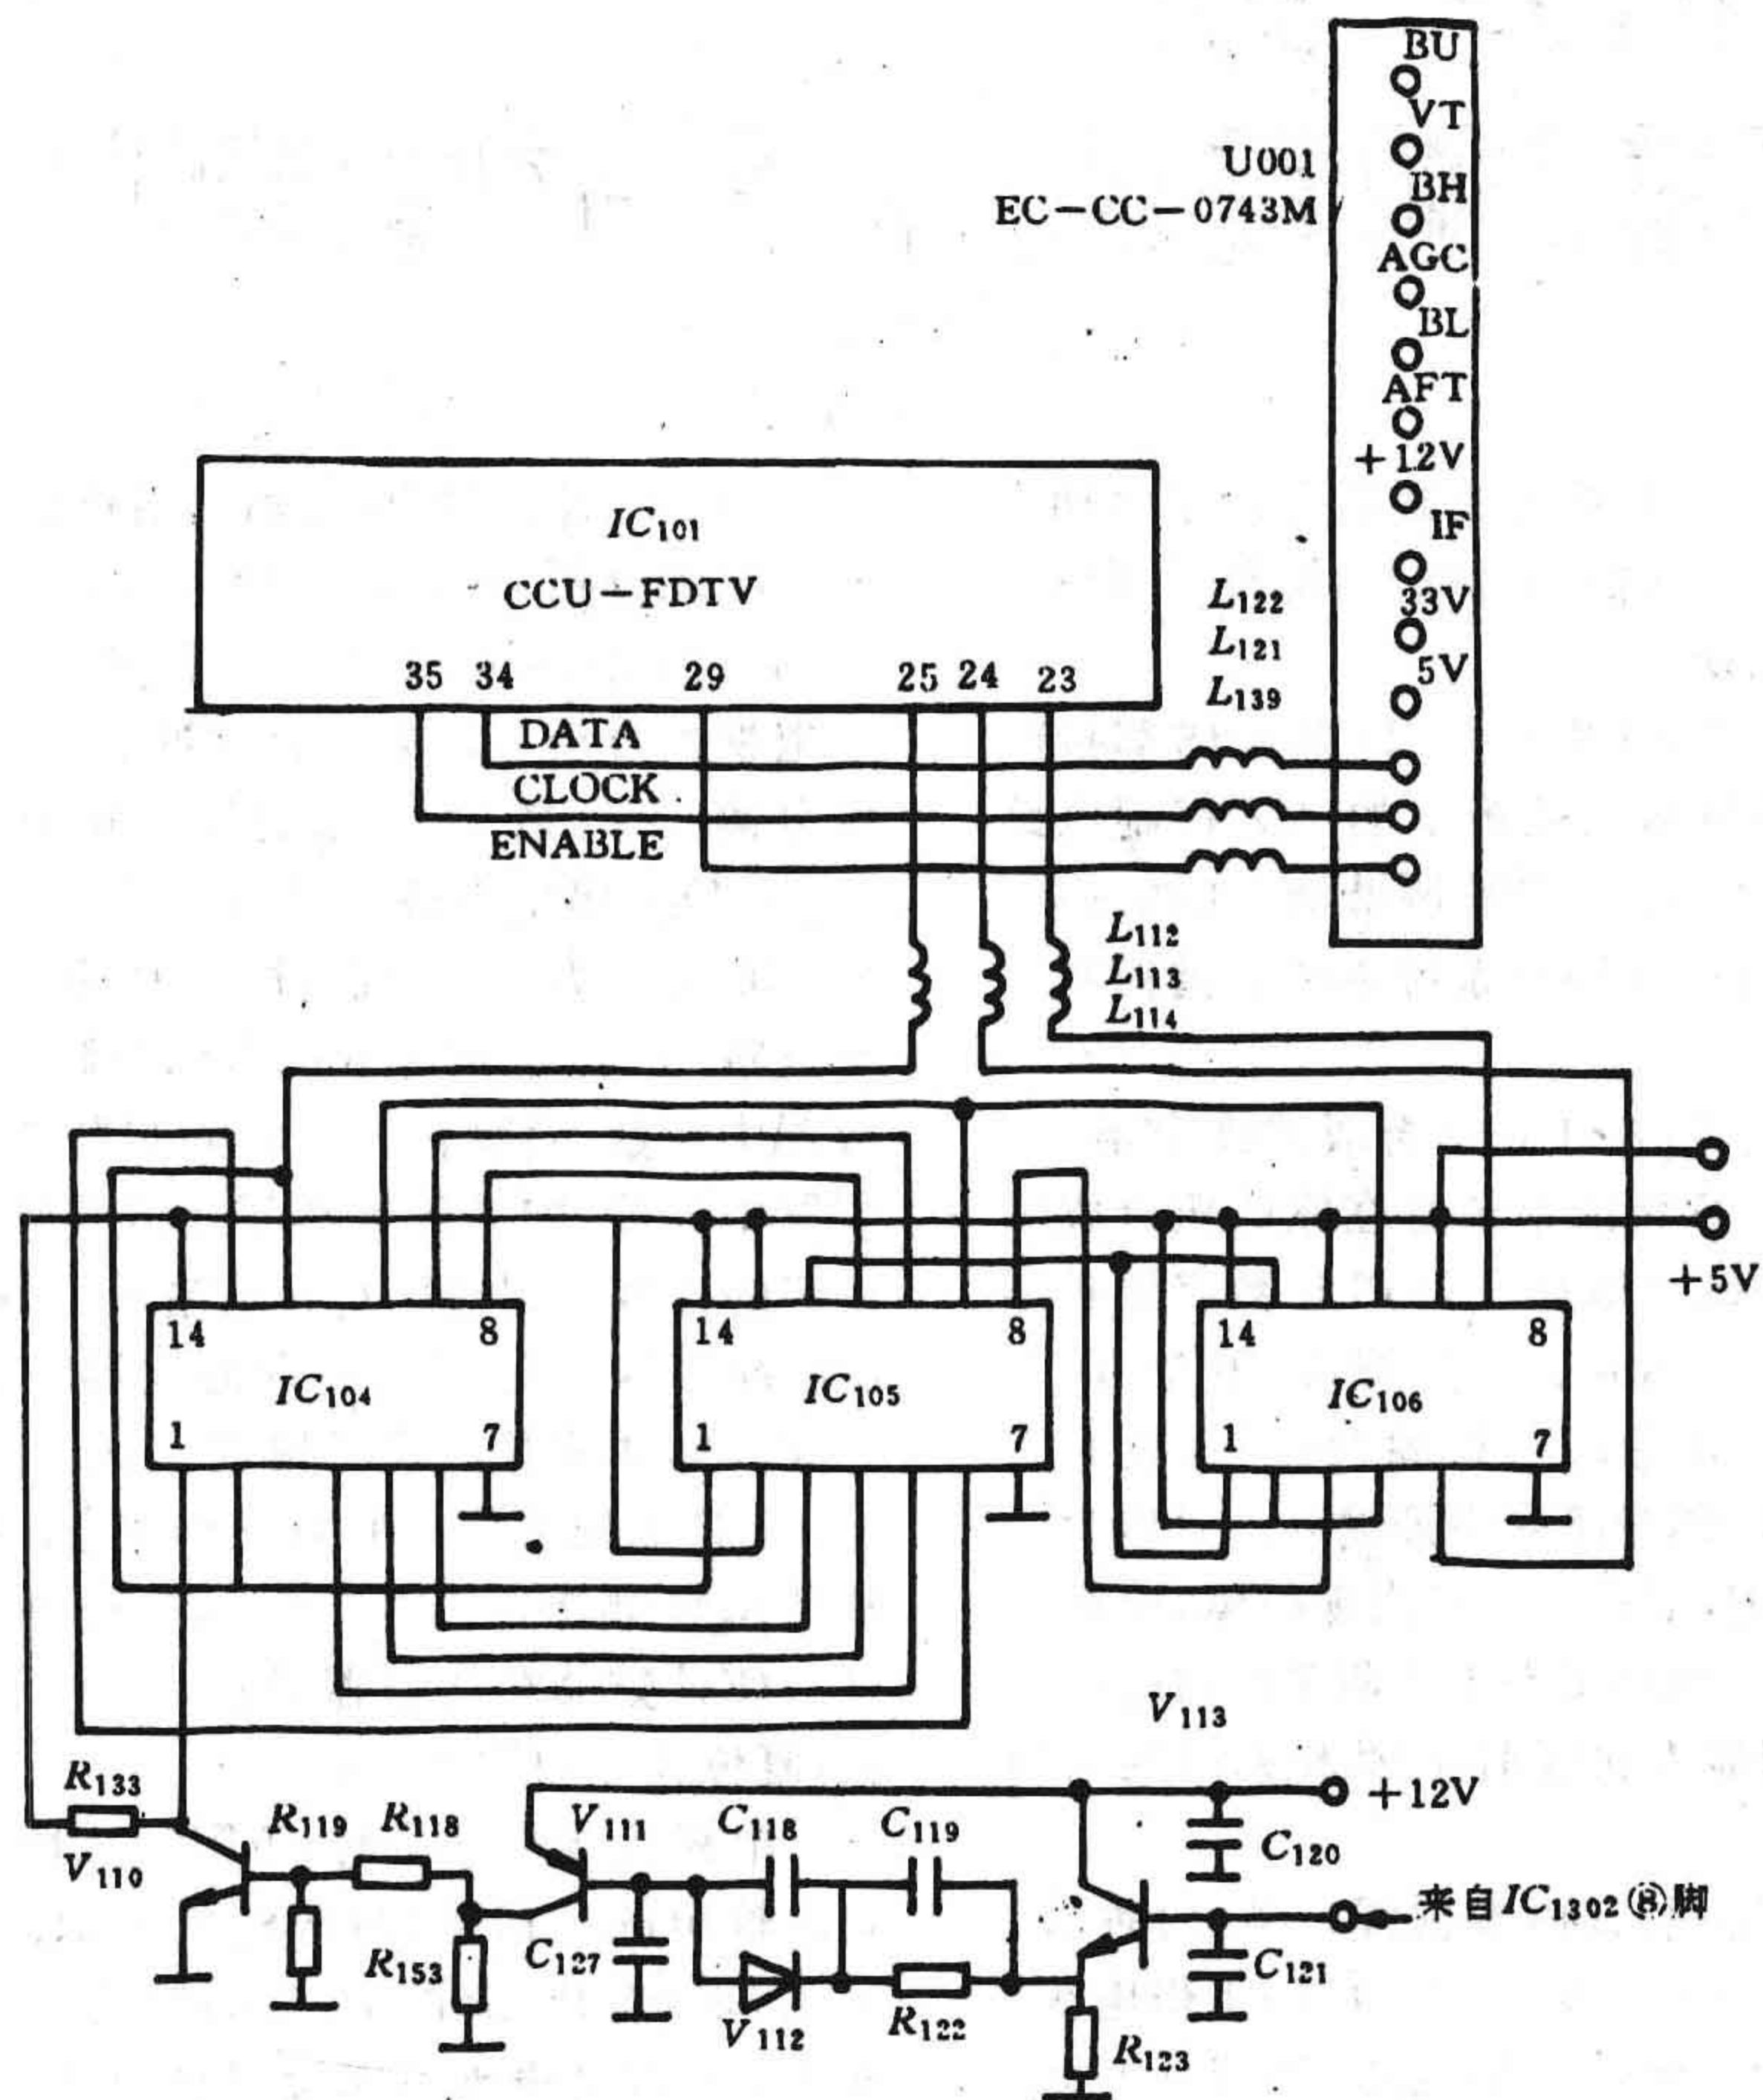
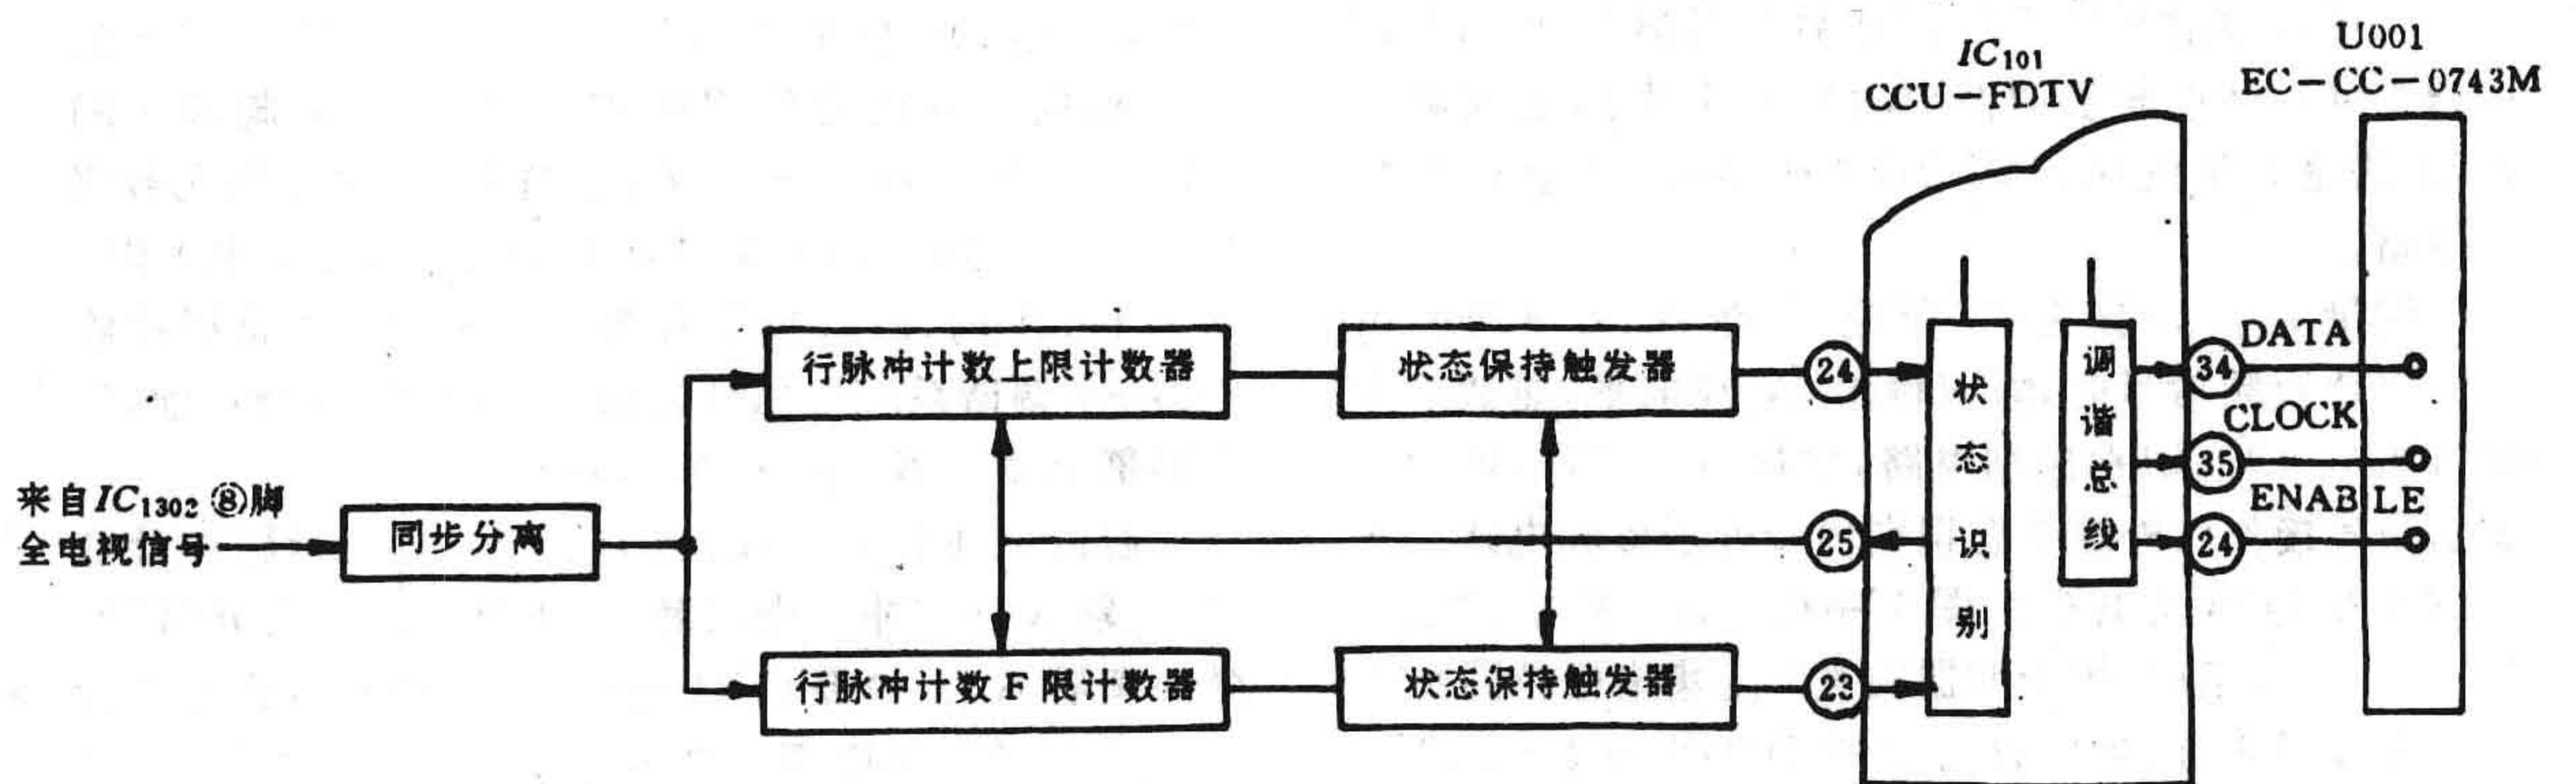

图1 状态识别信号形成电路原理图
图2 状态识别信号形成电路方框图
测量 IC_{101} ②脚为 0V 低电平,在 IC_{1302} ⑧脚输出正常复合视频信号时,②应输出 3V 高电平,显然故障来自 IC_{101} 状态识别控制电路,包括 IC_{101} ③~⑤状态识别信号接收和外围状态识别信号处理形成电路。状态识别信号形成电路由图 1 中的 V_{113} 、 V_{111} 、 V_{110} 、 IC_{104} ~ IC_{106} 组成,用示波器检查 V_{110} 集电极行同步脉冲信号波形正常,测量 IC_{101} ③脚④脚均为 4.8V 高电平,断开③、④脚,复查 IC_{106} ⑤脚和⑨脚电位仍为 4.8V 高电平,在 IC_{104} ①脚①④脚行同步脉冲幅度正常时, IC_{106} ⑤脚输出 0V 低电平,而⑨脚输出 4.8V 高电
障源分析:状态识别信号形成电路原理如方框图 2(结合图 1)所示:由 AV 控制电路 IC_{1302} ⑧脚输出的全电视信号经 V_{113} 射随器缓冲整形,通过 V_{111} 进行幅度分离, V_{110} 放大,从复合同步信号中取出行同步脉冲,由 V_{110} 集电极输出分两路进入 IC_{104} 双四位计数器; IC_{104} ~ IC_{106} 组成行同步脉冲计数和状态保持触发电路, IC_{101} ①脚输入的行同步脉冲在行脉冲上限计数器中计数,④脚输入的行同步脉冲在行脉冲下限计数器中计数,如果计数器所计信号脉冲数大于芯片内设定的计数范围,经 IC_{105} 三输入三与非门电路处理输出脉冲信号改变 IC_{106} 双 D 触发器的工作状态;如果无行同步脉冲或脉冲信号幅度太低,行脉冲计数器无输出,双 D 触发器保持原有工作状态。触发器被触发后其状态将维持到 CCU 读入,并从⑤脚输出计数复位信号使计数器和触发器复位、程序计数器 PC 为零截止,复位脉冲周期为 5ms。